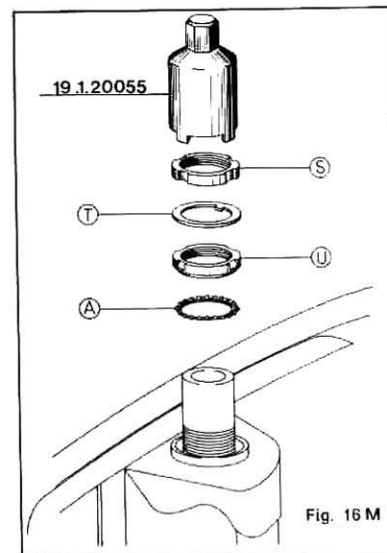

Fig. 16 M
Fig. 16 M. **Tuerca cojinete superior dirección:** Sosteniendo el grupo dirección para evitar el giro, introducir la jaula de bolas y enroscar a mano la tuerca «U», llevándola en contacto con la jaula, con la llave dentada 0014566 ó (19.1.20055), continuar atornillando hasta que la dirección misma gire libremente, es decir, hasta conseguir un apriete de $5 \div 6$ Kgm.; girar ahora en sentido inverso la tuerca «U», aproximadamente $1/4$ de vuelta, que serán $80^\circ - 90^\circ$. Seguir montando la arandela de tope «T» y el casquillo «S», bloquear este último con la llave 0014566 (19.1.20055) con un par de $3 \div 4$ Kgm.
- Pueden utilizarse los útiles indicados en la fig. 16 o figura 17 M, indistintamente.